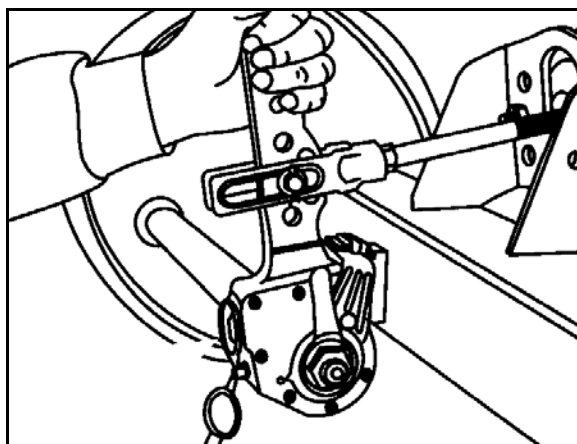

Fig. 168
1. Undersøg støvmanchetter eller foldebælge (Fig. 168/5) for skader.